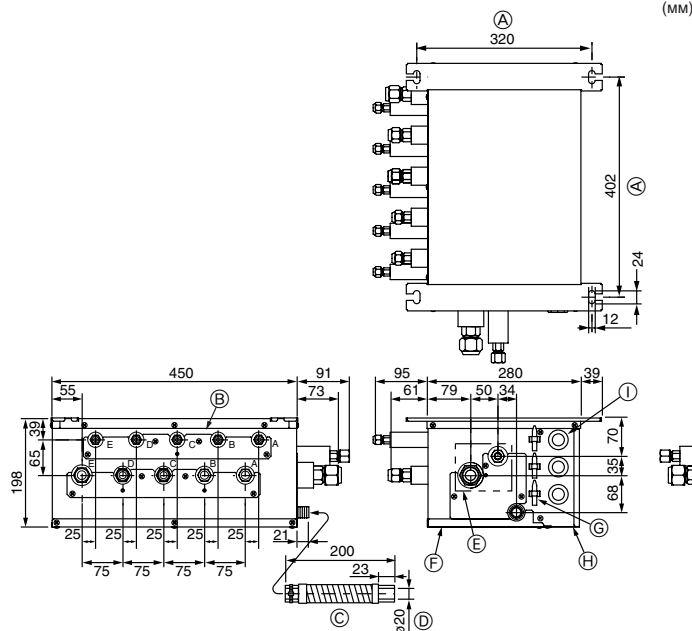

Fig. 4-2
#### ■ PAC-AK50BC (Fig. 4-2)
- (1) Установите подвесные болты (приобретаются на месте), соблюдая указанный шаг (Fig. 4-2, 4-3).